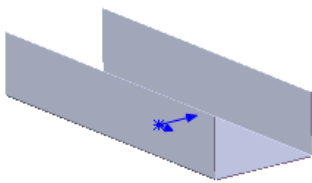
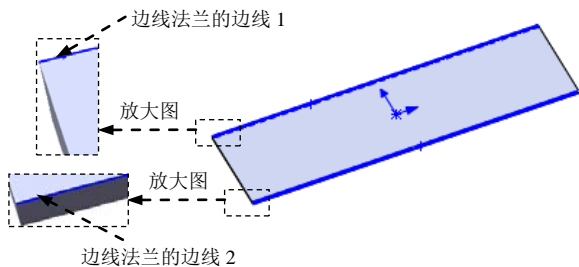

图 11.2.4 边线一法兰 1
图 11.2.5 边线法兰的边线
Step3. 创建图 11.2.4 所示的钣金特征——边线一法兰 1。
(1) 选择命令。选择下拉菜单 **插入(I)** → **钣金(H)** → **边线法兰(E)...** 命令(或单击“钣金”工具栏中的  按钮)。
(2) 定义特征的边线。选取图 11.2.5 所示的模型边缘为生成的边线法兰的边线。